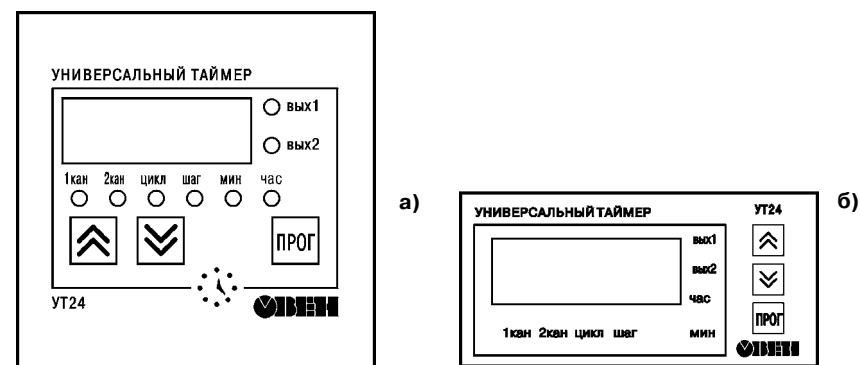

Рис. 25
3.2.1.4. На рис. 25, а приведен внешний вид лицевой панели прибора УТ24 для корпусов настенного и щитового (Щ1) крепления, а на рис. 25, б - щитового (Щ2).